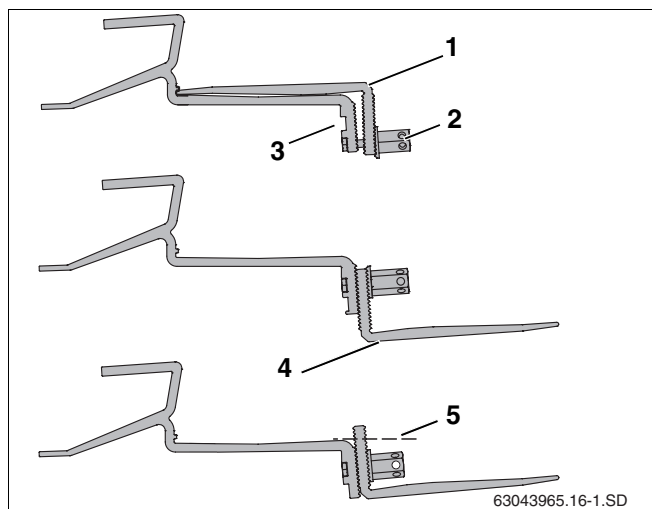

Fig. 14 Fijación del gancho de tejado sobre cabrios
En algunas cubiertas de tejado puede ser necesario calzar la parte inferior de los ganchos de tejado (fig. 14, **pos. 4**) con tablas o tablones para que el gancho de tejado repose sobre la teja.
- ▶ Suelte la tuerca hexagonal larga (fig. 14, **pos. 2**).
- ▶ Introduzca el tornillo en el orificio superior (fig. 14, **pos. 3**).
- ▶ Fije sin apretar la parte inferior del gancho de tejado (fig. 14, **pos. 1**). No apriete aún la unión.